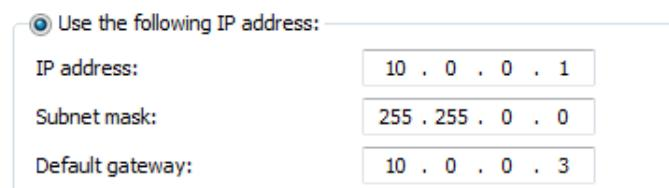

图 15 “Internet 协议版本 4”对话框 – 使用下面的 IP 地址
- f 在此对话框的“常规”选项卡上, 选择 **Use the following IP address** (使用下面的 IP 地址) 并将 IP 地址、子网掩码和默认网关设置为图 15 中所示的值。单击 **OK** (确定) 关闭此对话框。